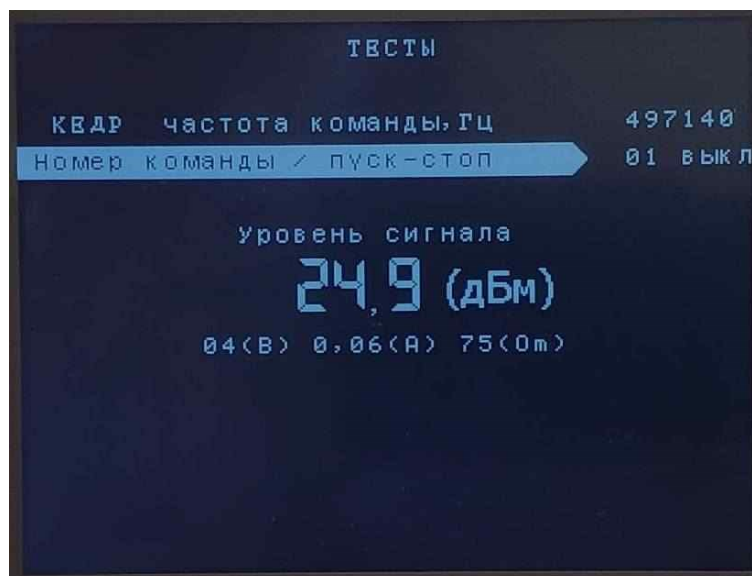

Рисунок 24 – Підрозділ «Формування команд в трив. режимі»
**3.3. «Формування команд в тривалому режимі»** - підрозділ призначений для тестового формування тривалих аварійних команд, а також виводу рівня сигналу на виході (див. рисунок 24).